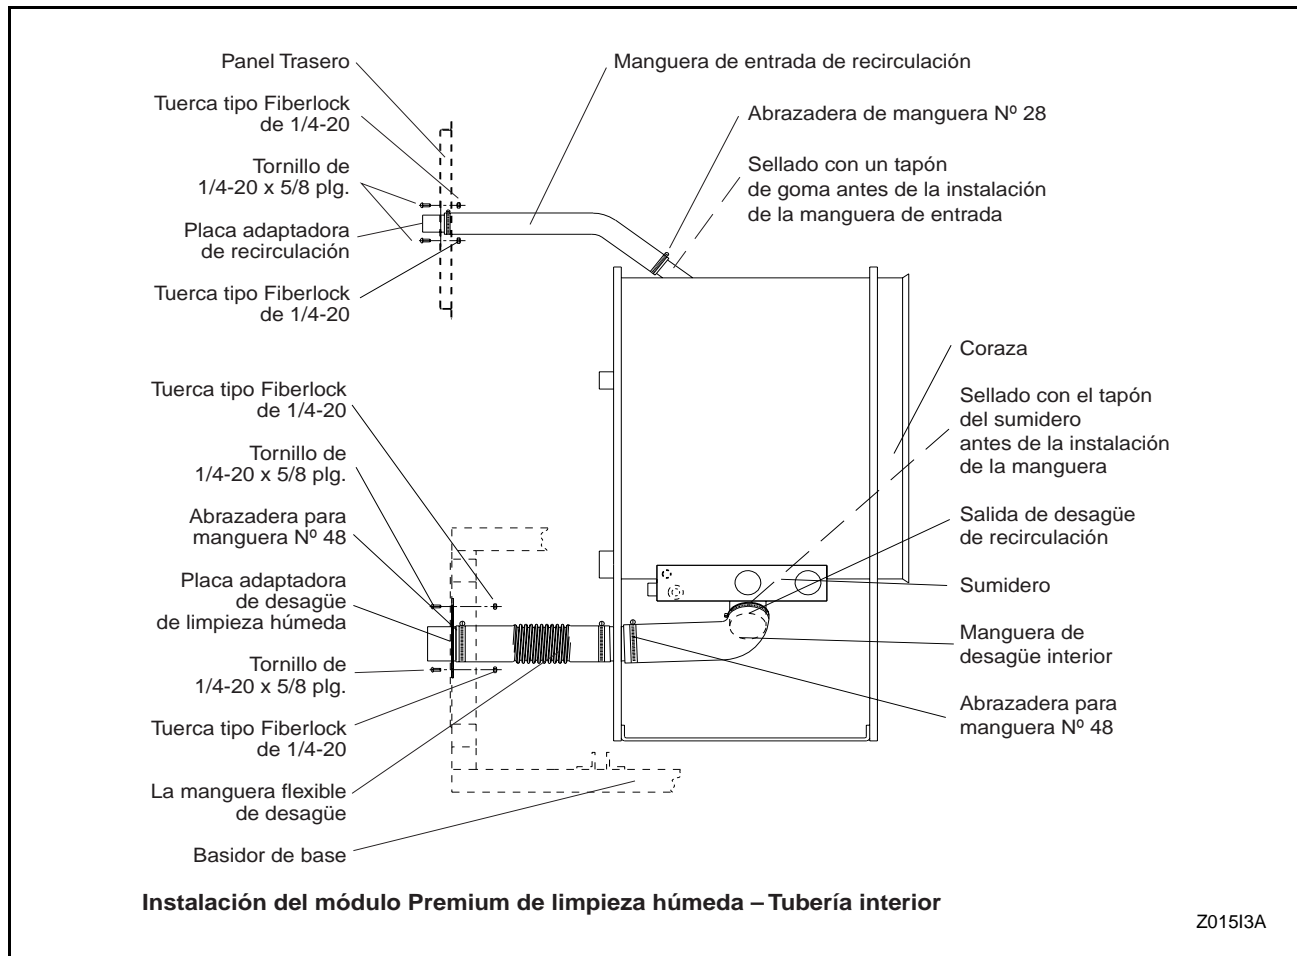

Figura 20
- b. Quite el tapón del sumidero de la salida de desagüe de recirculación. Vea la Figura 20.
- d. Instale la manguera interior de desagüe y la manguera flexible de desagüe como se muestra en la Figura 20.
- Saque la tapa de la entrada de recirculación ubicada en la parte superior de la coraza. Vea la Figura 20.